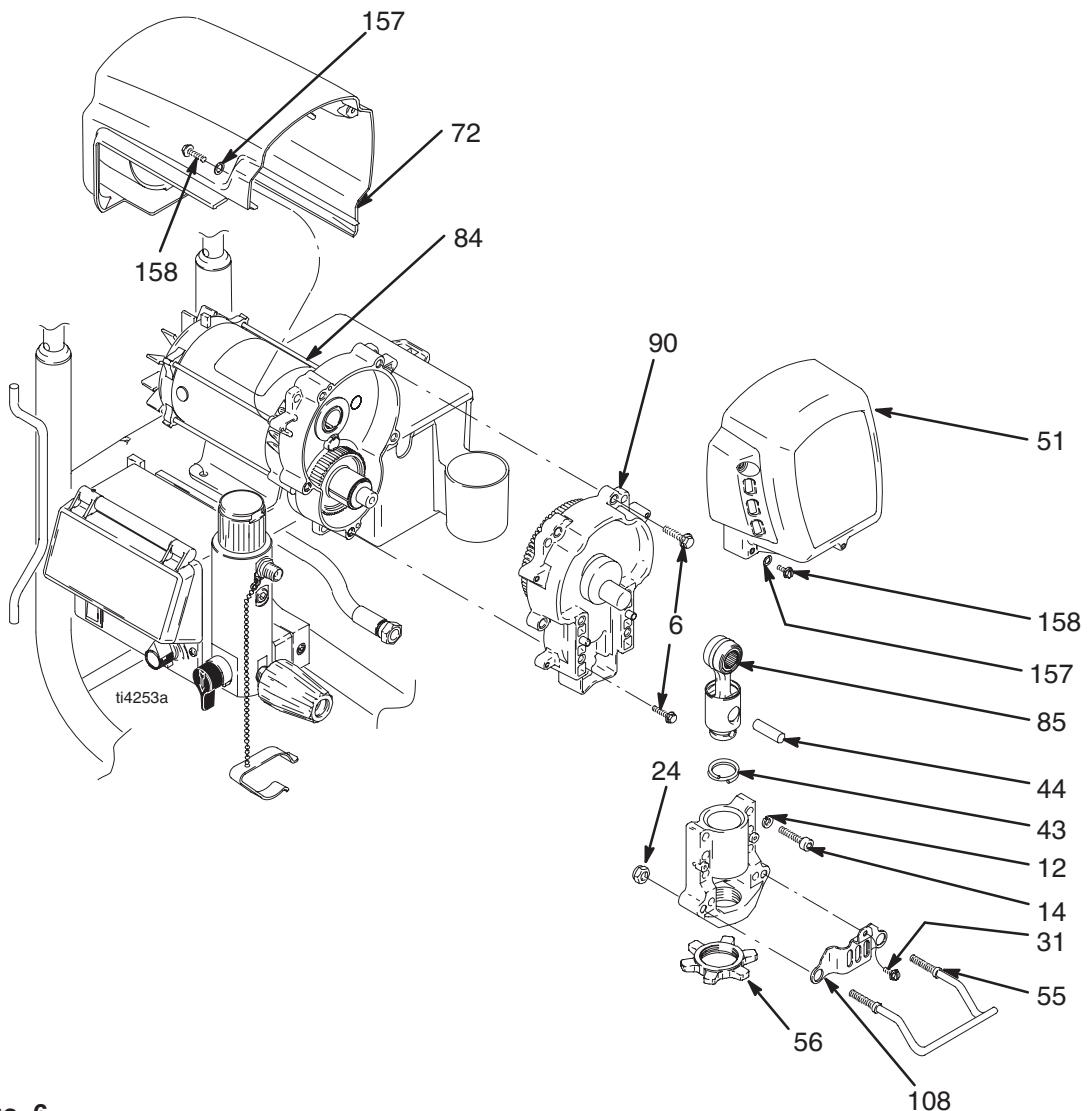

Рис. 6
2. Отверните винт (31), две гайки (24), крючок для емкости (55) и крышку насосной штанги (108).
3. Снимите насос (91); **Замена поршневого насоса**, стр. 20.
4. См. Рис. 6. Отверните два винта (158) и снимите кожух (72).
5. Отверните четыре винта (158) и снимите переднюю крышку (51).
6. Отверните четыре винта (14) и снимите шайбы (12) для демонтажа корпуса подшипника (83) и шатуна (85).
7. Отверните четыре винта (6) и выдвиньте корпус привода (90) из мотора (84).
1. Рис. 6. Задвиньте корпус привода (90) в мотор (84) и закрепите пятью винтами (6). Затяните с усилием 190-210 дюймов-фунт (21 -23 Нм).
2. Установите корпус подшипника (83) и закрепите его четырьмя винтами (14) с шайбами (12). Усилие затяжки 25-30 футов-фунт (34-40 Нм).
3. Установите переднюю крышку (51) и закрепите ее четырьмя винтами (31).
4. Установите кожух (72) при помощи двух винтов (31).
5. Установите насос (41). **Замена поршневого насоса**, стр. 20.
6. Установите крышку насосной штанги (108) и крючок емкости (55), закрепите одним винтом (31) и двумя гайками (24).